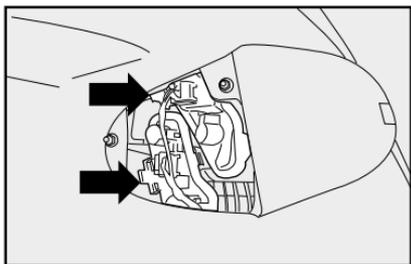

fig. 22
- 2) presione las aletas de fijación de los portalámparas hacia el lado interno **flechas-fig. 22** y retírelos de sus alojamientos;